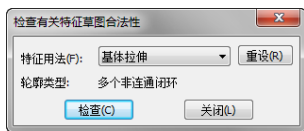

图 2-59 [检查有关特征草图合法性]对话框
2. 在[检查有关特征草图合法性]对话框如图 2-59 中的[特征用法]下拉列表框中选择草图将要用的特征。